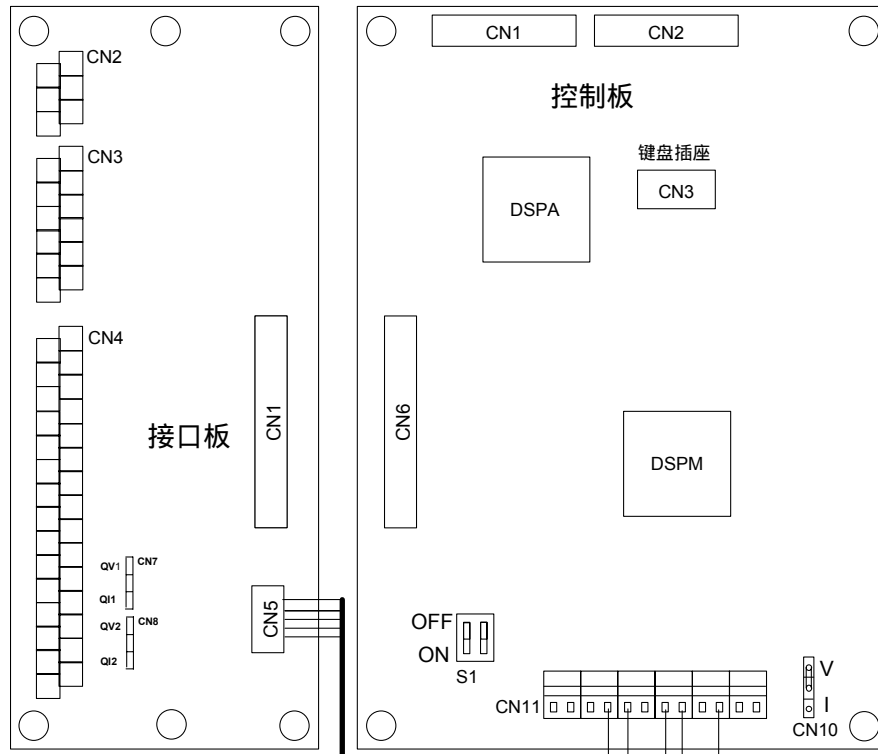

图 3-15 控制板、接口板的跳线位置示意图 (22~75kW)
接口板 CN5 的+10V、-10V、GND、QAI1、QAI2 端子，出厂时已通过变频器内部电缆与控制板 CN11 的+10V、-10V、GND、AI1、AI2 端子相连，如图 3-15 所示。
2. 图 3-15 是 22~75kw 变频器控制板和接口板跳线位置的示意图。对 7.5~15kw 变频器，接口板部分叠放于控制板的下部，请用户在使用时注意。